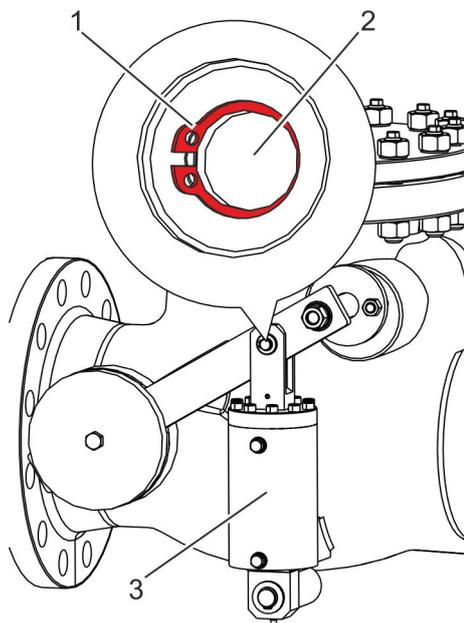

Abb. 49: Dämpfer montieren
28. ► Haltebolzen (Abb. 49/2) in Bohrungen von Gabelkopf am Dämpfer (Abb. 49/3) und Hebelarm einstecken.